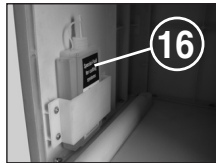

Fig. 6
- Haal de opvangbak (14) eruit, haal het oliereservoir (16) (Fig. 6) uit de houder in de onderkast en schuif de opvangbak weer op zijn plaats.
- Druppel wat olie op een vel papier en voer dit in via de papiertoevoergleuf (12).